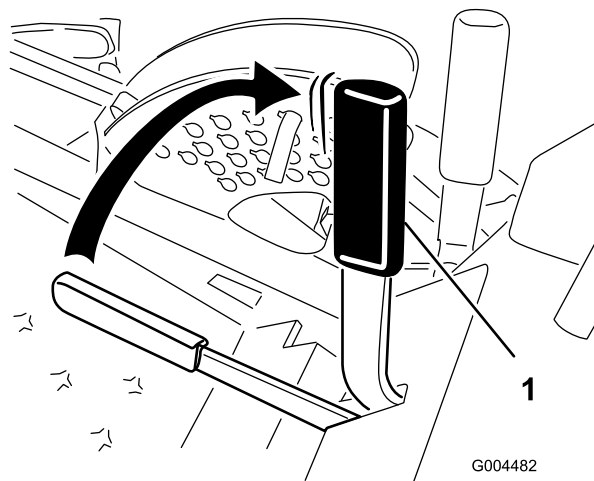

Figura 15
2. Alzate la leva del freno di stazionamento e tiratela indietro per innestare il freno (Figura 15). La leva del freno di stazionamento deve rimanere saldamente innestata.